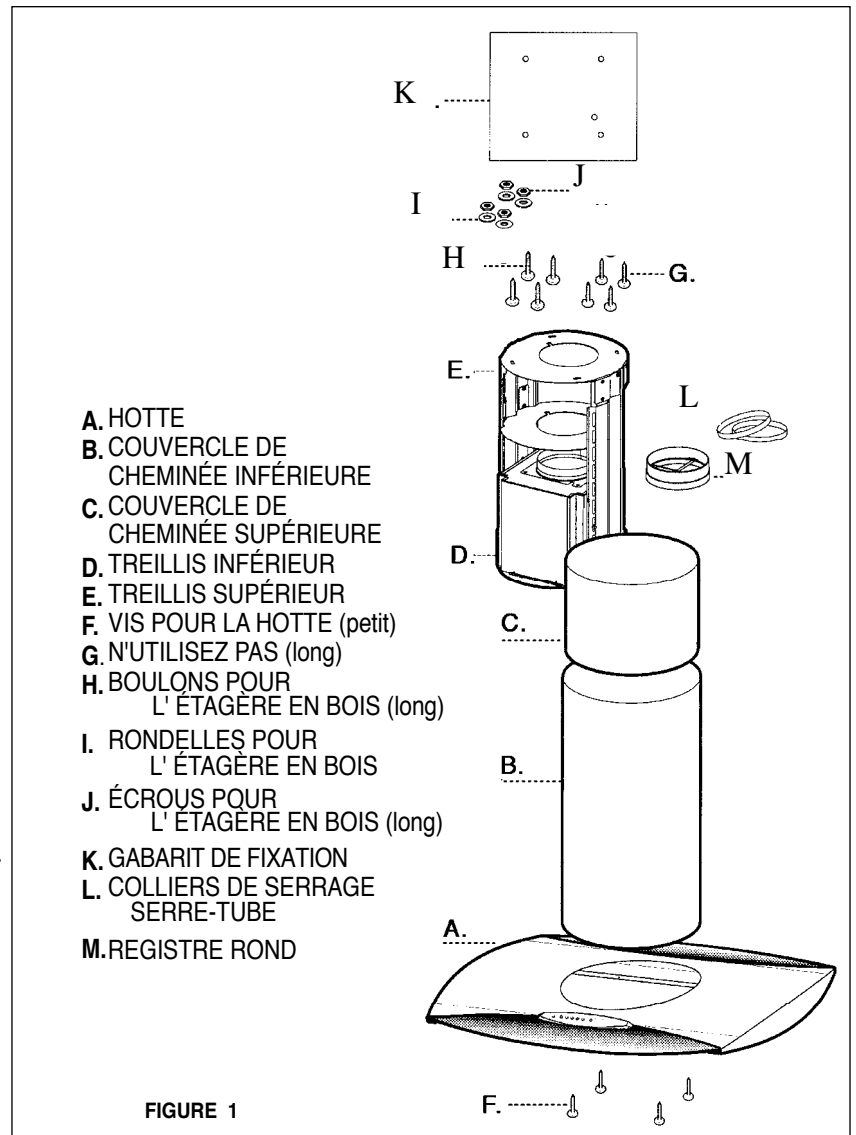
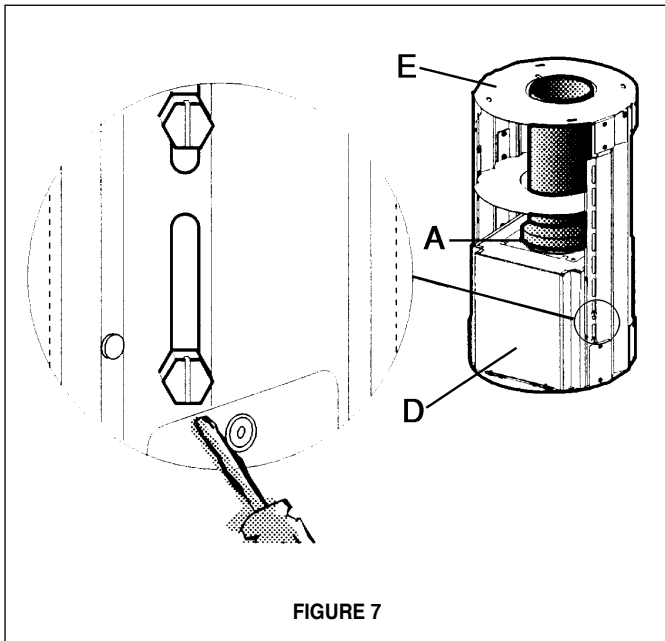
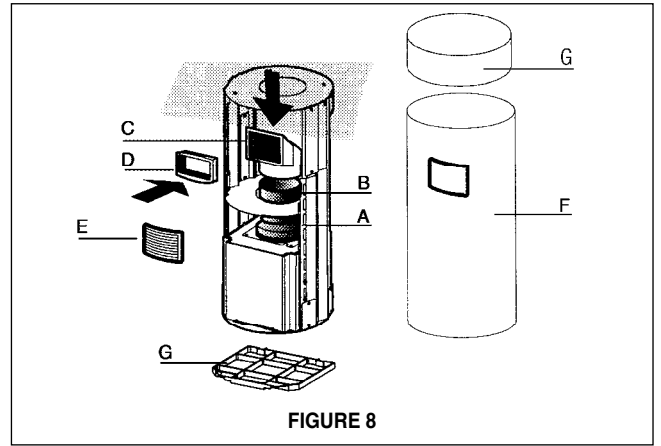
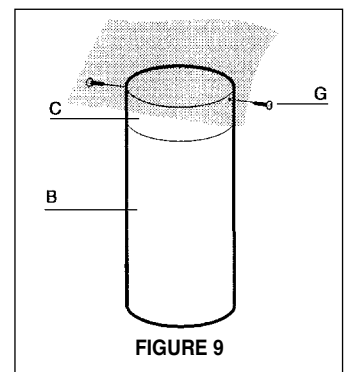

FIGURE 1
FIGURE 7
FIGURE 8
FIGURE 9
Séparer le COUVERCLE CHEMINÉE SUPÉRIEURE (C de la FIGURE 1) et le COUVERCLE CHEMINÉE INFÉRIEURE (B de la FIGURE 1) du Treillis en dévissant les deux vis.
La hotte se fixe au plafond à l'aide d'un support métallique (D et E de la FIGURE 1). Ce support doit être fixé au plafond avant que la hotte ne soit installée au support. Puisque cette structure supporte le poids de la hotte, elle doit être fixée fermement au plafond. **POUR DES PLAFONDS EN BOIS** - Utiliser quatre longues vis à bois 4 po. et rondelles. **POUR LES PLAFONDS EN PLÂTRE OU EN PANNEAUX MURAUX SECS** - Si possible, le support doit être fixé aux solives du plafond, sinon, une structure supportante doit être érigée derrière le panneau mural sec. **POUR L'ÉTAGÈRE EN BOIS** - Utiliser H, I, & J de la FIGURE 1.
La cheminée Axia Isola sans conduit est réglable pour différentes hauteurs de plafond, entre 7 pi 10 5/8 po and 8 pi 10 5/8 po (regardez la distance entre la hotte et la table de cuisson - **X** en **FIGURE 5**). Cela s'accomplit en utilisant ou moins du couvercle de la cheminée supérieure. **La FIGURE 5** illustre les dimensions de chaque pièce du modèle Axia Isola. Couper le **COUVERCLE CHEMINÉE SUPÉRIEURE (C de la FIGURE 1)** pour les installations sans conduit.
5. Déterminer l'emplacement approprié pour le câble d'alimentation, tel qu'il est indiqué sur le gabarit. Utiliser un foret de 1 1/4 po pour faire un trou et y passer le câble d'alimentation. Utiliser de la pâte à calfeutrer pour sceller tout autour du trou. **NE PAS mettre en circuit tant que l'installation n'est pas complétée.** Une pastille enfonçable est prévue en haut de le TREILLIS SUPÉRIEUR (E de la FIGURE 1) pour le câble d'alimentation.
6. Pour installations avec conduit, placer le REGISTRE ROND (A de la FIGURE 7) dans l'ouverture d'échappement de la hotte et appuyer fortement sur le registre.
7. Avant d'installer le treillis, déterminez la longueur de le treillis et serrer les huit vis en utilisant un tournevis à plate (FIGURE 7).
8. Mettre le COUVERCLE CHEMINÉE SUPÉRIEURE (C de la FIGURE 1 pour installations avec conduit - dans la hotte de la boîte, G in FIGURE 8 for installations sans conduit - dans le Kit Pour Conversion Du Conduit de la boîte) en haut de treillis. Installer le TREILLIS SUPÉRIEUR ET INFÉRIEUR (D et E de la FIGURE 7) en s'assurant qu'il le soit de façon sécuritaire.
Installations sans conduit requièrent le **Kit Pour Conversion Du Conduit (FIGURE 8)**. N'utilisez pas le REGISTRE ROND (A de la FIGURE 7) pour les Installations sans conduit. Jeter le COUVERCLE CHEMINÉE INFÉRIEURE (B de la FIGURE 1) et remplacer avec le couvercle de cheminée inférieure avec trous d'échappement d'air dans le **Kit Pour Conversion Du Conduit (F de la FIGURE 8)**. Jeter le COUVERCLE CHEMINÉE SUPÉRIEURE (C de la FIGURE 1) et remplacer avec le couvercle de cheminée supérieure dans le **Kit Pour Conversion Du Conduit (G de la FIGURE 8)**.
Illustré à la FIGURE 8, mettre le FLANGE (A) dans l'ouverture d'échappement de la hotte et appuyer. Mettre le DUCTLESS DIVERTER EXTENSION VERTICAL (B) dans l'ouverture de le FLANGE (A) et mettre le DUCTLESS DIVERTER (C) dans le EXTENSION (B). Mettre le DUCTLESS DIVERTER EXTENSION HORIZONTAL (D) dans le DIVERTER (C).
1. Le COUVERCLE CHEMINÉE SUPÉRIEURE (C de la FIGURE 9) se fixe avec les deux vis fournies (G de la FIGURE 9). Fixer le COUVERCLE CHEMINÉE SUPÉRIEURE.
2. Brancher le conduit sur le REGISTRE ROND (A in FIGURE 7) et sceller toutes les connexions avec du ruban à conduit.
3. Le COUVERCLE CHEMINÉE INFÉRIEURE (B de la FIGURE 9) repose sur le haut de la HOTTE (A de la FIGURE 1) une fois qu'elle est installée. Installer le COUVERCLE CHEMINÉE INFÉRIEURE.
Pour installations sans conduit, aligner DUCTLESS DIVERTER EXTENSION HORIZONTAL (D de la FIGURE 8) avec le trou d'échappement d'air dans COUVERCLE CHEMINÉE INFÉRIEURE (F de la FIGURE 8) et installer le VENT GRID (E de la FIGURE 8).
Pour installations sans conduit, installer le **FILTRE AU CHARBON (G de la FIGURE 8)**.